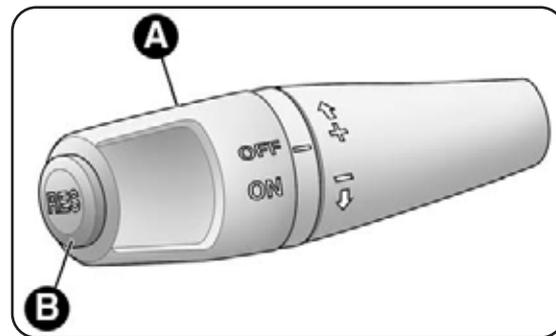

fig. 36
Ruota la ghiera A-fig. 36 su ON. Il dispositivo non può essere inserito in 1° marcia o in retromarcia: è consigliabile inserirlo con marce uguali o superiori alla 5°.
- ruota la ghiera A-fig. 36 su ON e premi l'acceleratore fino a portare la vettura alla velocità desiderata;
- premi il pulsante B-fig. 36 (RES).
- ruota la ghiera A-fig. 36 in posizione OFF;
In caso di funzionamento difettoso od avaria del dispositivo, ruota la ghiera A-fig. 36 su OFF e rivolgiti ai Servizi Autorizzati Alfa Romeo.